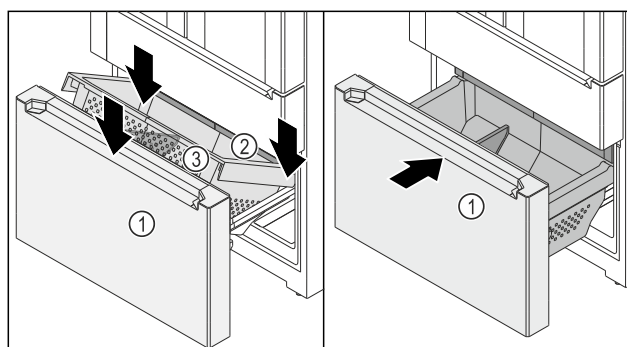

Fig. 153
- ☐ Le chariot à glissière Fig. 153 (1) est sorti.
- ☐ Le tiroir Fig. 153 (2) est rentré.
- Positionner le bac Fig. 153 (3) sur l'arrière des rails, à gauche et à droite.
- Abaisser l'avant du bac Fig. 153 (3) de manière à ce que le bac Fig. 153 (3) entoure les rails à gauche et à droite.
- Pousser le chariot à glissière Fig. 153 (1).